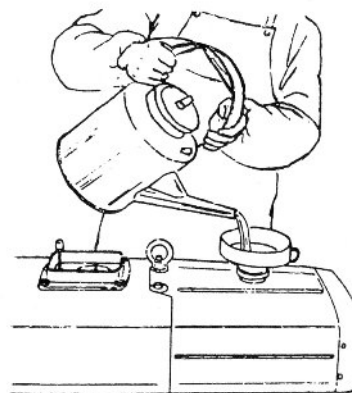

Fig. 3 - Abastecendo o tanque de combustível.
(3) Pressione para baixo com os dedos a alavanca de descompressão. Acione a máquina por meio da manivela aumentando gradualmente a velocidade. Ao mesmo tempo, inspecione e veja se sobe o flutuador vermelho do indicador de óleo lubrificante que está montado no cabeçote. Quando sobe, o flutuador vermelho indica que a bomba de óleo lubrificante do motor trabalha normalmente. Caso contrário, confira o sistema cuidadosamente até localizar o defeito e solucioná-lo.
(4) Retire a tampa do tanque de combustível e abasteça aproximadamente 12 litros de óleo diesel. (Fig.3).